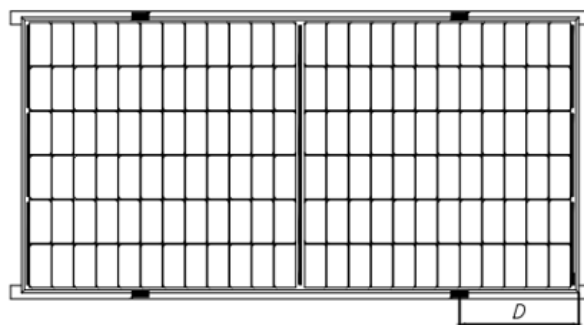
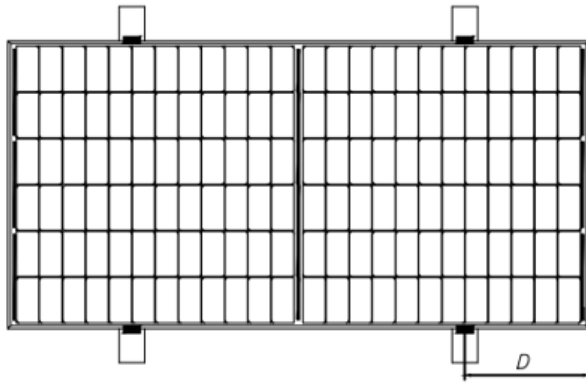
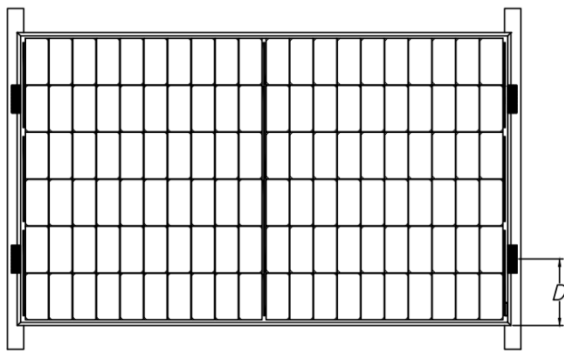
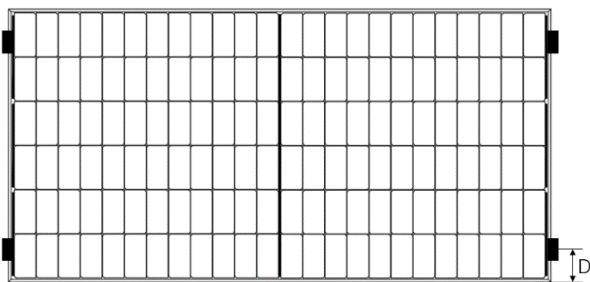

図 3 ガイドレールを長辺フレームに重ねる場合の取付
図4 ガイドレールを長辺フレームに垂直にする場合の取付
図5 ガイドレールを短辺フレームに重ねる場合の取付
図6 短辺フレーム4点支持の取付
モジュールを設置する際には、図 3、図 4、図 5、図 6 に示すように、各モジュールを少なくとも 4 つのクランプで固定する必要があります。
- ⑧ モジュールが設置後に架台から脱落することを防ぐために、中間クランプ、エッジクランプ及びフレームの A 面に接触する面に柄溝構造のあるクランプを選ぶことをお勧めします。柄溝構造が 9 つぐらいで、隣り合っている柄溝の距離が約 1.2mm で、柄溝の深さが約 0.6mm をお勧めします。
- ⑨ 図 3 に示す設置方法の場合、モジュールの C 面とガイドレールのオーバーラップが $\geq 25\text{mm}$ とします。不適切なクランプや間違った設置方法を使うと、アストロエナジーの限定保証は無効となります。